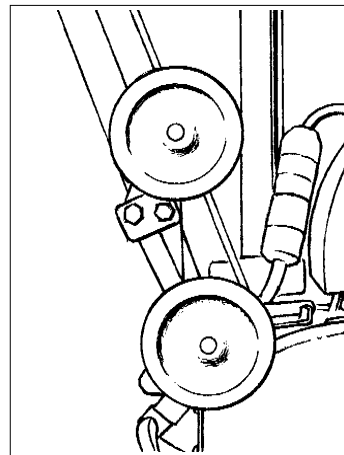

Figure 5
- Pour ranger le charriot (diable) en position verticale, placez le charriot (diable) contre la partie supérieure du cadre principal aussi loin que possible et refermez les leviers à blocage rapide pour bien le fixer en place. (Voir figure 5)